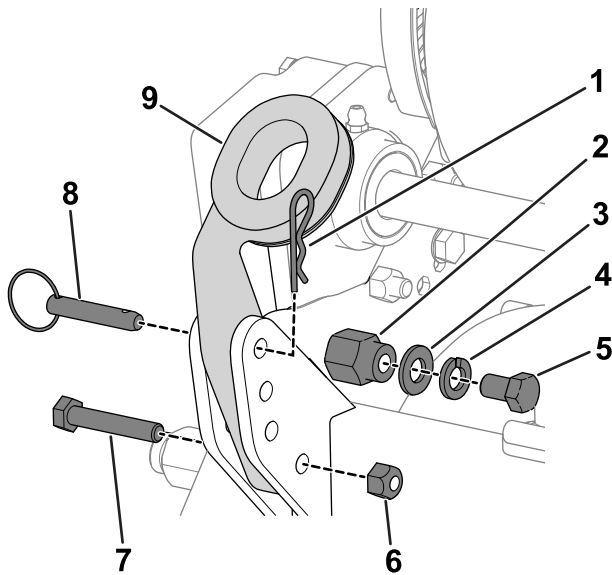

图3
- 卸下将手柄臂底部固定到机器两侧的螺栓（5/16 英寸）、锁紧螺母、环形销和发卡销（图3）。
- 从机器两侧的安装销上卸下螺栓（3/8 英寸）、垫圈和锁紧垫圈（图3）。
- 将手柄端穿过手柄臂上的孔，并将孔与安装销对齐（图3）。
- 用之前卸下的螺栓（5/16 英寸）、锁紧螺母、发卡销和环形销将手柄臂固定到机架后面（图3）。